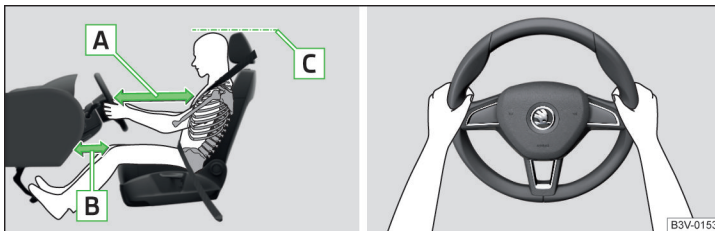

Abb. 2 Richtige Sitzposition des Fahrers / Richtige Lenkradhaltung
- ✓ Bei Fahrzeugen mit Fahrer-Knieairbag den Fahrersitz in Längsrichtung so einstellen, dass der Abstand der Beine zur Schalttafel im Bereich des Knieairbags mindestens 10 cm beträgt » Abb. 2 - [B].
- ✓ Das Lenkrad so einstellen, dass der Abstand zwischen Lenkrad und Brustbein mindestens 25 cm beträgt » Abb. 2 - [A].
- ✓ Die Kopfstütze so einstellen, dass die Oberkante der Kopfstütze sich möglichst auf einer Höhe mit dem oberen Teil Ihres Kopfes befindet (gilt nicht für Sitze mit integrierter Kopfstütze) » Abb. 2 - [C].
- Während der Fahrt das Lenkrad mit beiden Händen seitlich am äußeren Rand in der „9-Uhr“- und „3-Uhr“-Position festhalten » Abb. 2. Niemals das Lenkrad in der „12-Uhr“-Position oder in einer anderen Art und Weise festhalten (z. B. in der Lenkradmitte, am inneren Lenkradrand u. Ä.). Anderenfalls könnte man sich bei der Airbagauslösung schwere Verletzungen an Armen, Händen und Kopf zuziehen.
- ✓ Die Kopfstütze so einstellen, dass die Oberkante der Kopfstütze sich möglichst auf einer Höhe mit dem oberen Teil Ihres Kopfes befindet » Abb. 2 auf Seite 13 - **C** (gilt nicht für Sitze mit integrierter Kopfstütze).
- ✓ Die Kopfstütze so einstellen, dass die Oberkante der Kopfstütze sich möglichst auf einer Höhe mit dem oberen Teil des Kopfes befindet » Abb. 2 auf Seite 13 - **C**.